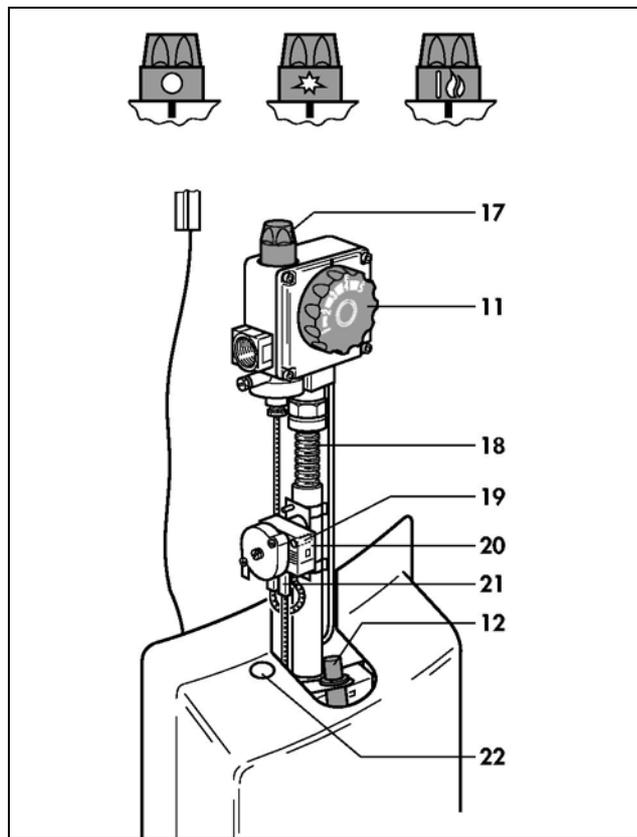

Рис. 3 Ввод в эксплуатацию
- Проденьте капиллярную трубку (51), вращая ее, через кабельный канал (29) (без заломов!).
- Надвиньте ограничитель температуры (20) с хомутом на соединительную трубку под регулятором температуры (11).
- Установите штекерный соединитель (см. главу 3, рис. 3) на ограничитель температуры (20).